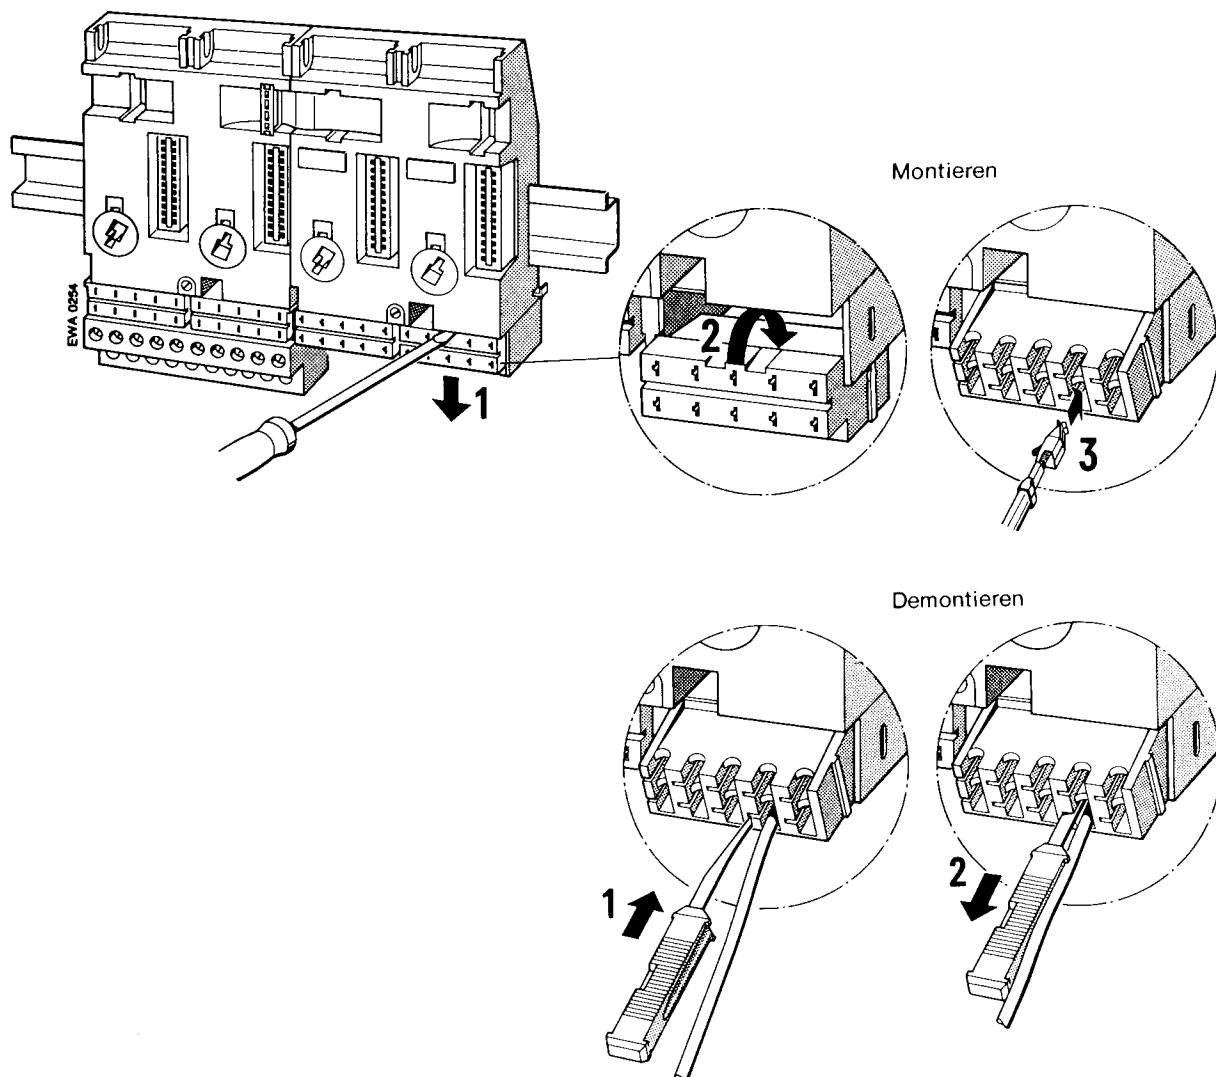

Bild 3.16 Crimp-snap-in-Kontakt montieren und demontieren
Kontakt im Anschlußblock montieren (→ Bild 3.16)
- ▶ Bringen Sie den Kontaktträger in die Stellung wie in Bild 3.16.